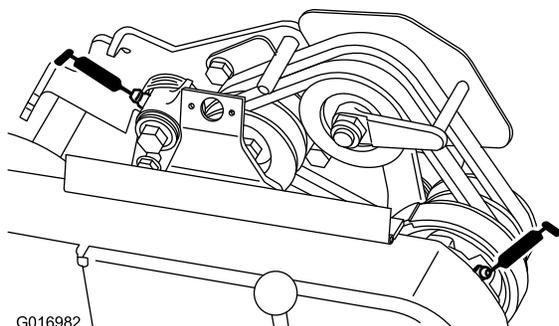

図 24
- ・ ベルトアイドラのピボット (2ヶ所) (図 24)。